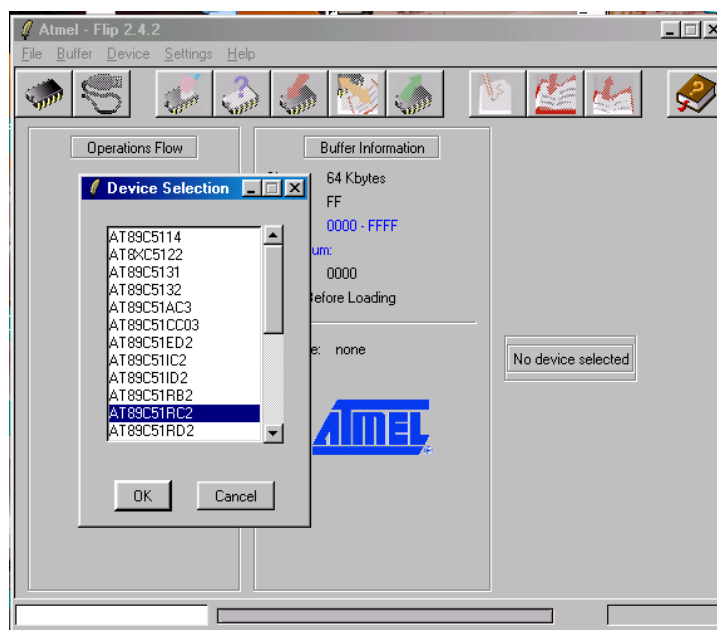

Рисунок 28:
- 9) Выбрать тип микроконтроллера AT89C51RC2 (**Device**→**Select**→**AT89C51RC2**) (см. рис. 28).